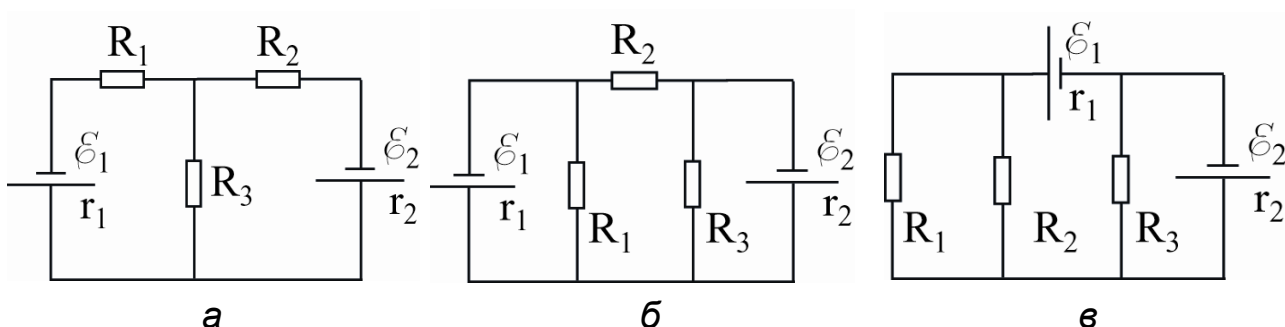

Рис. 7. Схемы для самостоятельной работы к п. 1 теоретического задания
1. Рассчитайте все токи и напряжения в одной из схем указанных преподавателем с помощью законов Кирхгофа (рис. 7, таблица 1);